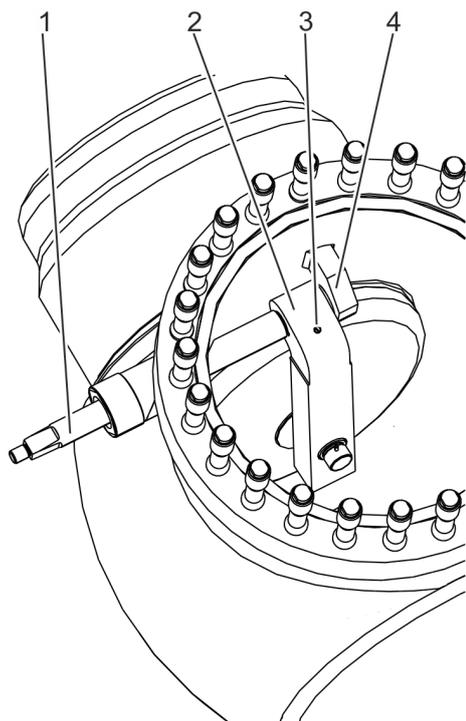

Fig. 24: Desmontar el eje de la claveta
3. Si existe un orificio (Fig. 24/3) en el brazo de la claveta (Fig. 24/2): atornille el cáncamo macho en el orificio situado en el brazo de la claveta.
Coloque el equipo de elevación de forma que la placa de retención no pueda caerse en el cuerpo al extraer el eje de la claveta (Fig. 24/1).
6. Extraiga el eje de la claveta (Fig. 24/1) de la pieza de sujeción (Fig. 24/4) ubicada en el cuerpo y del brazo de la claveta (Fig. 24/2).